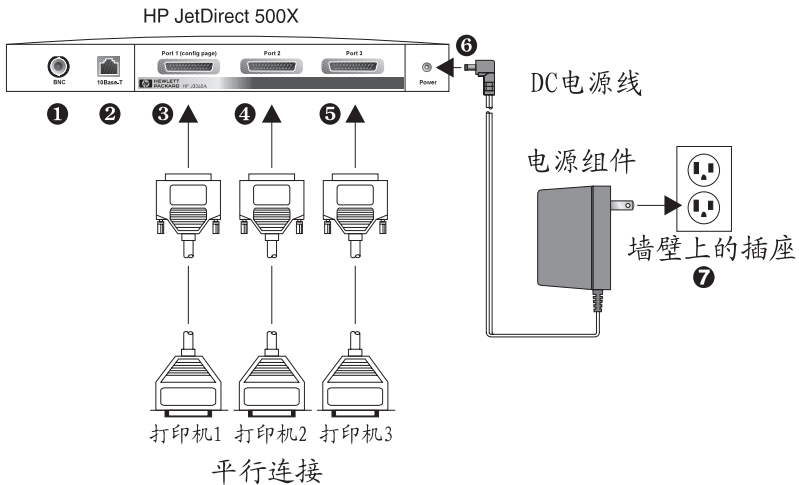

图 2.2 使用美国电源组件连接 HP JetDirect J3265A 打印服务器的硬件
在下列步骤中，圆圈中的数字与图 2.2 中的号码相对应。HP JetDirect 300X、170X 和 EX Plus 有一个打印机端口 ③。HP JetDirect 500X 令牌环和 300X 没有 BNC 端口 ①。在 HP JetDirect 500X 和 300X 上，RJ-45 接头 ② 用于 10 或 100 Mbps 操作。JetDirect 170X 和 EX Plus3 没有 BNC 端口 ①。
- 将打印服务器与网络 ① 或 ② 相连。
- 将打印服务器与打印机 ③、④ 和 ⑤ 相连。